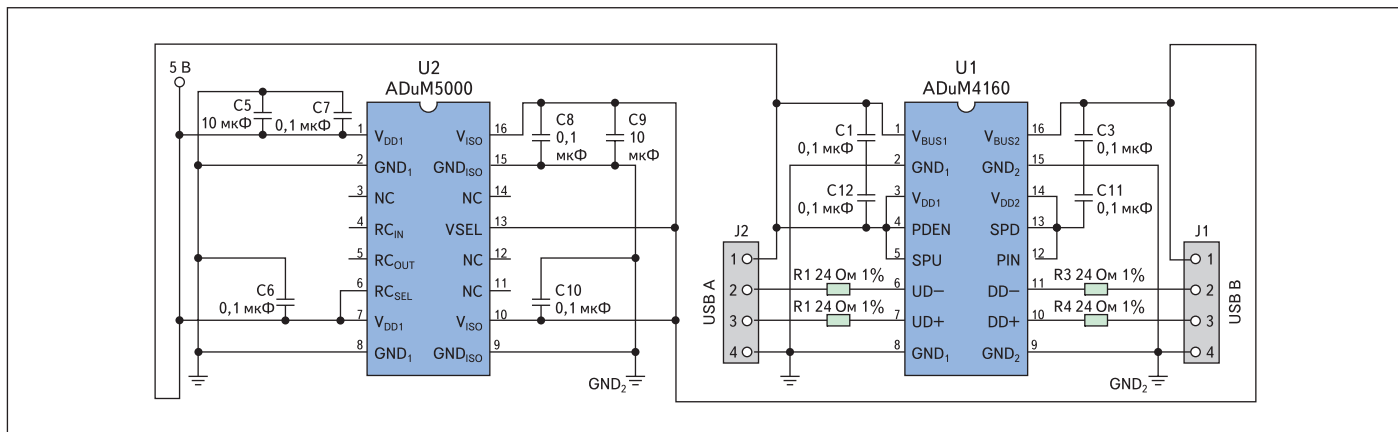

Рис. 9. Изолированный интерфейсный кабель с DC/DC-преобразователем isoPower
- Он может быть использован в изолированном кабеле (рис. 9).
Схема с изолированным USB-кабелем (рис. 9) требует использования внешнего изо-
лированного DC/DC-преобразователя в качестве источника питания «правой» части и изолированного сегмента кабеля. Чтобы соответствовать требованиям стандарта USB, «правый» сегмент кабеля должен предоставить 5-В питание для резистора притяжки периферийного устройства. Изолированный DC/DC-преобразователь, такой как ADuM5000, может предоставить это питание, при этом останется еще и на питание изолированного периферийного устройства, если оно малопотребляющее. На рис. 9 показано применение такого изолятора isoPower ADuM5000. В этой схеме установка скорости с помощью конфигурации выводов становится несколько неудобной: кабель будет работать только на указанной скорости. Так что лучше сделать схему с возможностью выбора скорости работы кабеля.